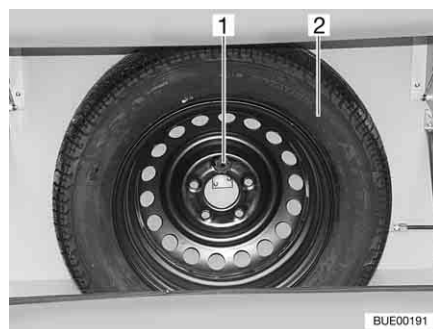

Bild 233 Ersatzrad-Halterung
Die Ersatzrad-Halterung ist im Gaskasten angebracht. Das Ersatzrad (Bild 233,2) ist gegen Aufpreis erhältlich.
- Schraube (Bild 233,1) lösen.
- Ersatzrad (Bild 233,2) entnehmen.